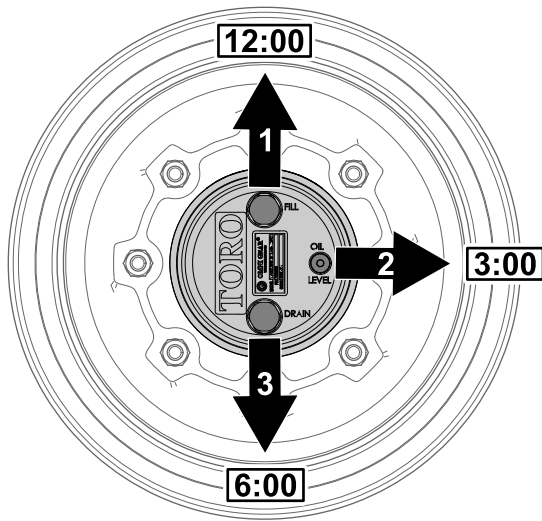

図 63
1. 水平な床面で、補給プラグが時計の 12 時の位置、点検プラグが 3 時、ドレンプラグが 6 時の位置を指すように駐車する 図 63。
1. 水平な床面で、補給プラグが時計の 12 時の位置、点検プラグが 3 時、ドレンプラグが 6 時の位置を指すように駐車する 図 63 プラネタリギアオイルの点検 \(ページ 46\) を参照。
2. 3 時の位置にある点検プラグを外す 図 63。